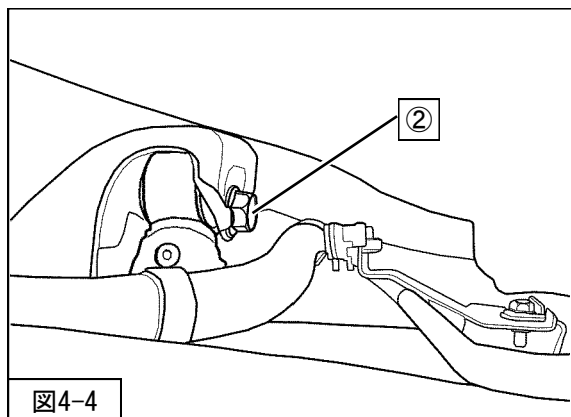

図4-4
4. ②リアショックアブソーバASSYアッパー取付ボルトを仮締めしてください。(図4-4)